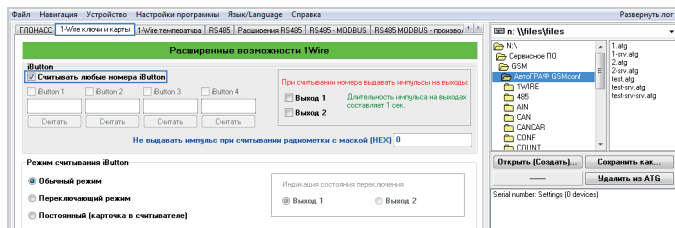

Рис.23. Настройка шины 1-Wire контроллера АвтоГРАФ на считывание любых номеров.
Для корректной работы со считывателем по шине 1-Wire интерфейс 1-Wire контроллера АвтоГРАФ обязательно должен быть настроен. Соответствующие настройки можно выполнить при помощи программы AG.GSMConf на вкладке «1-Wire ключи и карты» (**Рис.23**):
- Если в настройках разрешено считывание любых номеров iButton, то контроллер будет считывать и записывать в память номера любых подключаемых карт и время их регистрации. Для включения этой настройки установите галочку напротив опции «Считывать любые номера iButton» и сохраните настройки (**Рис.23**).